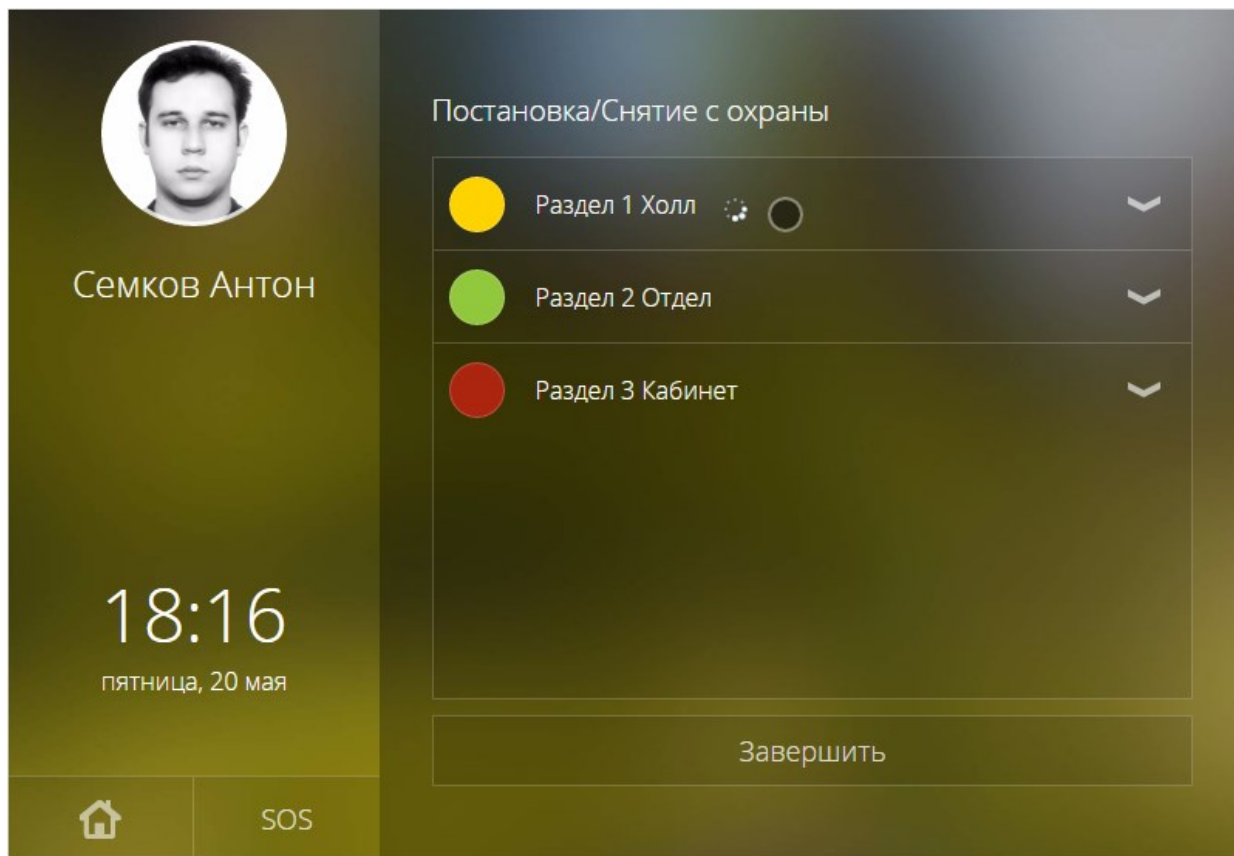

Рисунок 2.10 — Индикатор выполнения процедуры постановки/снятия
- Для управления разделом нажмите по области его заголовка: если раздел на охране, он будет снят с охраны; если раздел снят с охраны, будет предпринята попытка постановки на охрану. Дополнительную информацию см. в разделе Смена состояний зон и разделов при постановке на охрану. Процедура постановки/снятия может занять некоторое время, в течение выполнения которой будет отображаться индикатор  (рисунок 2.10).